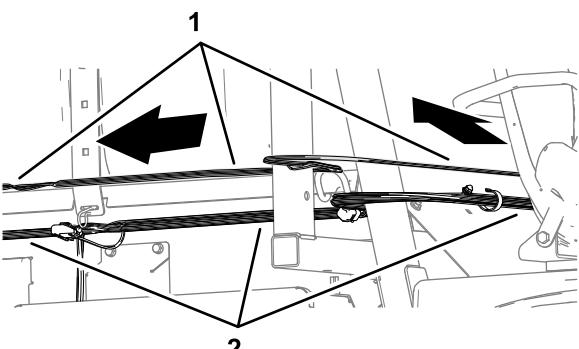

Figure 63
1. Du côté droit de la cuve du pulvérisateur, acheminez le faisceau avant vers l'arrière, le long du faisceau de câblage du pulvérisateur (Figure 63).